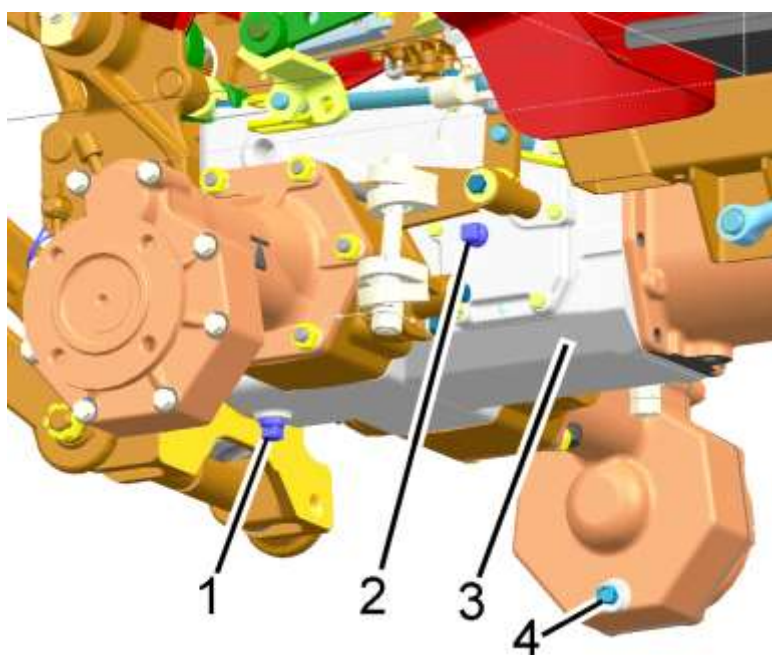

Рисунок 6.4.5 – Проверка уровня масла в корпусе заднего моста
- отверните контрольно-заливную пробку 2 (рисунок 6.4.5);
- отверните контрольно-заливную пробку 2 (рисунок 6.4.5), сливные пробки 1 и 4 из корпуса заднего моста 3 и слейте масло в специальную емкость для отработанного масла;